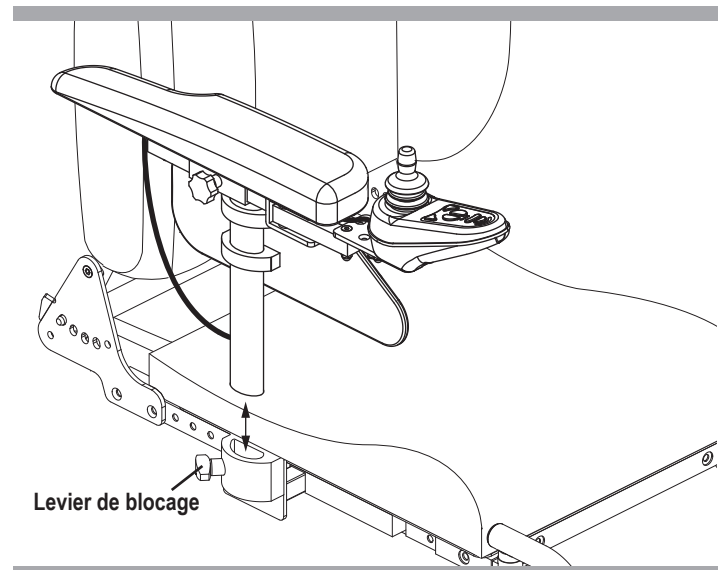

Figure 14. Réglage du haut (hauteur)
1. Retirez le levier de blocage. **Voir la figure 14.**
1. Retirer le levier de blocage. **Voir la figure 14.**